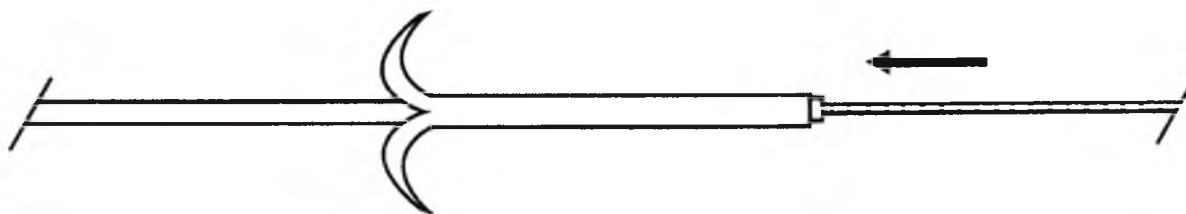

Рис. 2
2. Выпрямите кончик катетера и продвиньте катетер через проводник (Рис. 2).